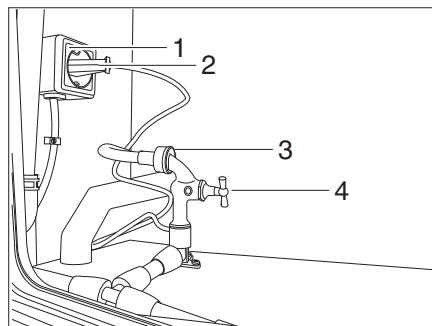

Bild 180 Anschluss Zerkackertoilette
- Bajonettverschluss (Bild 180,3) der Toilette anschließen.
- Wasserhahn (Bild 180,4) aufdrehen.
- Stecker (Bild 180,2) in Steckdose (Bild 180,1) einstecken.
- Wasserhahn der Zerhackertoilette (Bild 180,3) öffnen.